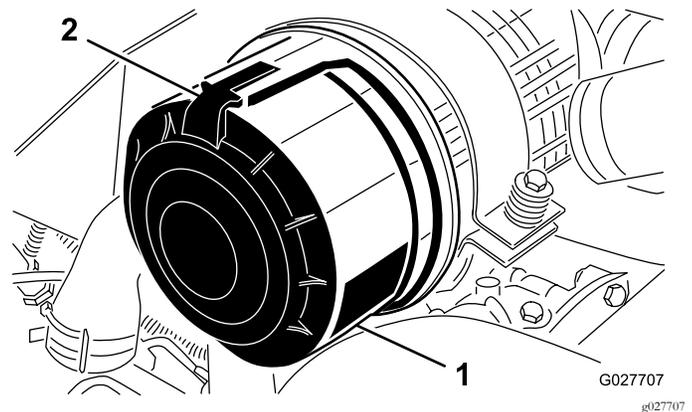

Figura 62
1. Abra los enganches que sujetan la tapa del limpiador de aire a la carcasa del limpiador de aire (Figura 62).